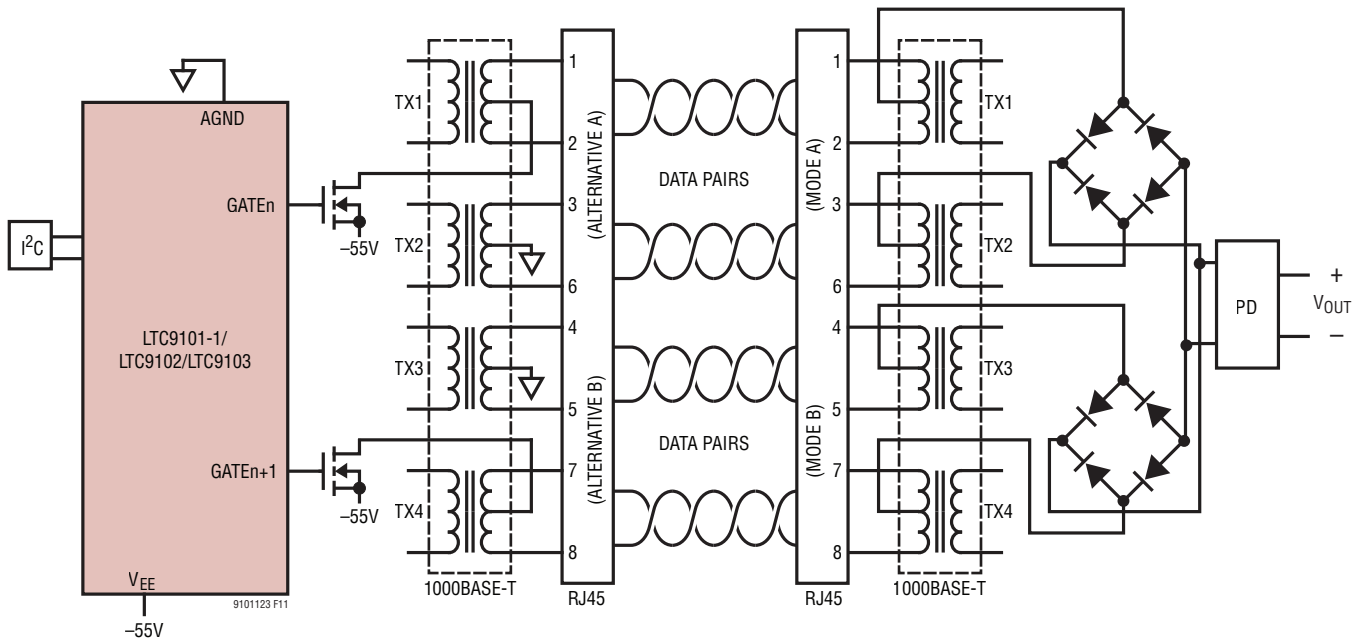
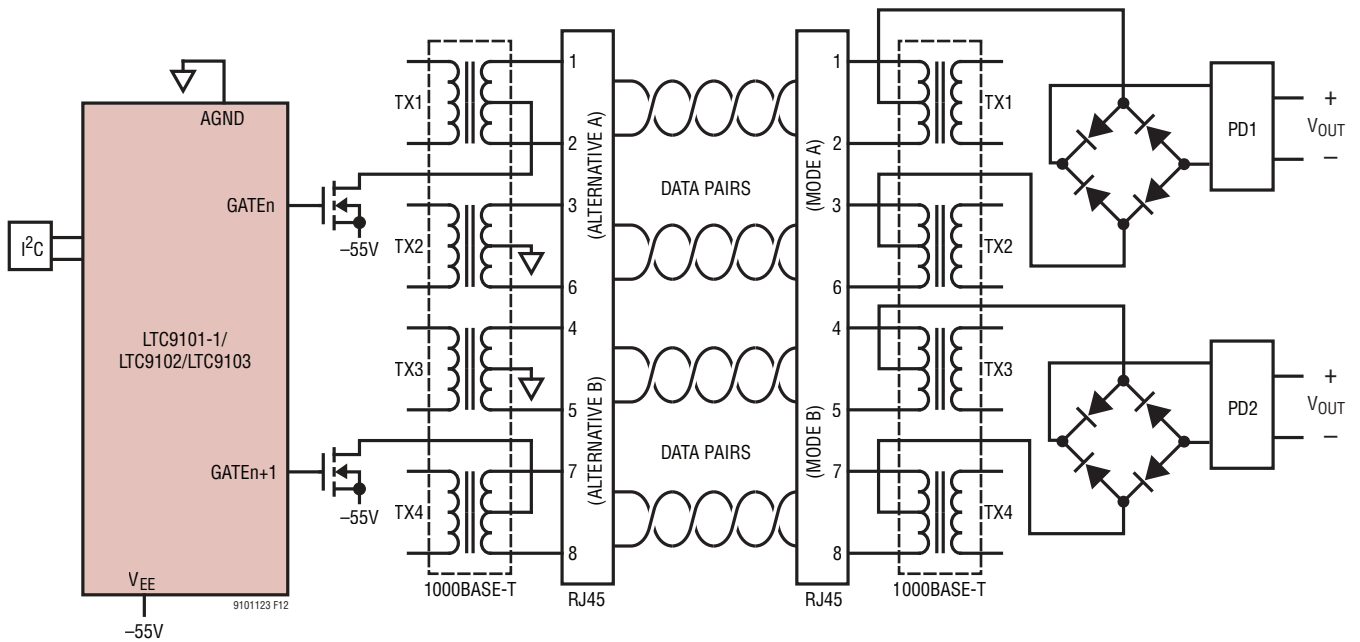

図 11. 4ペア PoE シングル・シグネチャ PD システムの構成図
図 12. 4ペア PoE デュアル・シグネチャ PD システムの構成図
LTC9101-1 が4ペア・モードの場合、各ポートには2個ずつのLTC9102/LTC9103チャンネルが関連付けられます。したがって、それぞれのパワー・チャンネルをオルタナティブAとオルタナティブBに接続する必要があります(図11を参照)。4ペア・モードでは、所定のPDへの電力供給に両方のパワー・チャンネルを使用するかどうかの決定をホストが行います。したがって、4ペア・モードで2ペア給電を行って、シングル・シグネチャのクラス0~4のPDに電力を供給することも可能です。より高電力のクラス5~8のPDおよびすべてのデュアル・シグネチャPDの場合は両方のパワー・チャンネルを使用する必要があり、これも4ペア給電と呼ばれます(図12を参照)。
一般的なイーサネット・データ接続は2本または4本のツイスト・ペア銅線(通称イーサネット・ケーブル)で構成され、それぞれの端をトランスで結合してグラウンド・ループを防止しています。PoEシステムはこの結合配置の利点を生かし、データ・トランスのセンター・タップ間に電圧を加えることによって、データ伝送に影響することなくPSEからPDへ電力を送ります。PoEシステムの概略回路図を図11と図12に示します。
- タイプ3およびタイプ4のPDは、シングル・シグネチャPDまたはデュアル・シグネチャPDとして構成できます。シングル・シグネチャPDは、両方のペアセットに対して有効な同じシグネチャ抵抗を同時に示します(図11を参照)。デュアル・シグネチャPDは、完全に独立した2つの有効な検出シグネチャを、各ペアセットに対して1つずつ示します(図12を参照)。